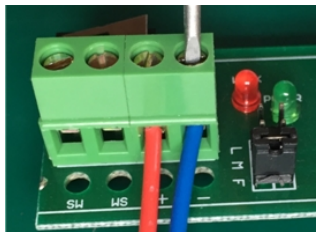

图 5-67 投光器接线
① 接入电源线。如图 5-67 、图 5-68 所示，将电源火线（红色）接入标记有“+”的端口，将电源零线（蓝色）接入标记有“-”的端口。